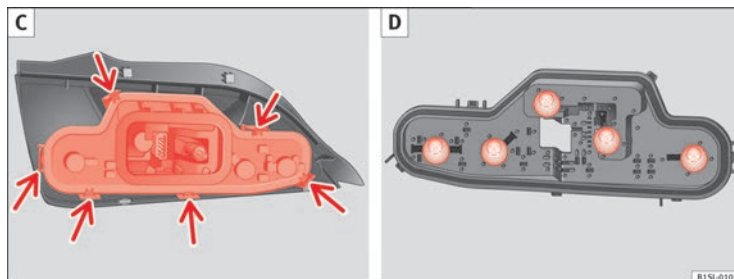

Abb. 154 Rückleuchte: C: Lampenhalter ausbauen, D: Leuchten ausbauen.
⇒ Abb. 154 C und Lampenhalter aus der Rückleuchte herausnehmen.
10. Ausgefallene Glühlampe durch eine neue Glühlampe gleicher Ausführung ersetzen ⇒ Abb. 154 D.
11. Lampenhalter in die Rückleuchte einsetzen. Die Verriegelungs-laschen (Pfeile) müssen hörbar einrasten ⇒ Abb. 154 C.